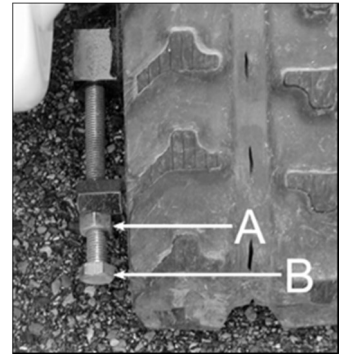
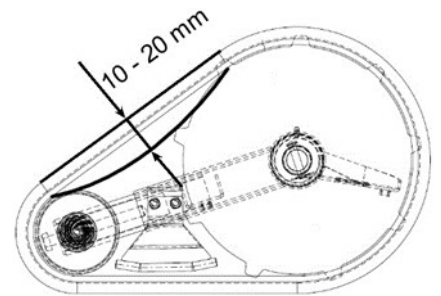

Figura 29
Figura 30
- Allentare il controdamo A (Figura 29).
- Girare la vite B (Figura 29) in senso orario per aumentare la tensione del cingolo ed in senso antiorario per diminuirla. La flessione del cingolo deve essere compresa tra 10 a 20 mm (Figura 30).
- Serrare il controdamo A (Figura 29).